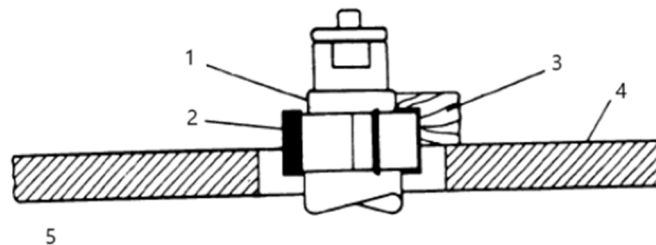

Figura 6
5. Bajo ninguna circunstancia se debe moldear una pieza pequeña contra los collares como se muestra en la figura 6.